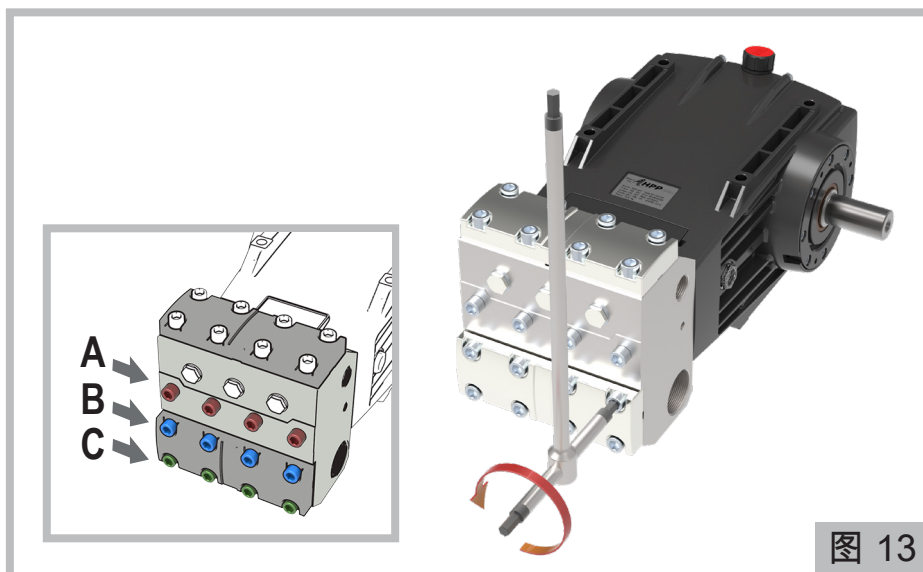

图 13
- a) 用12mm内六角扳手把4个螺丝C松开一圈，并完全拧下8个螺丝A和B（详见图13）。